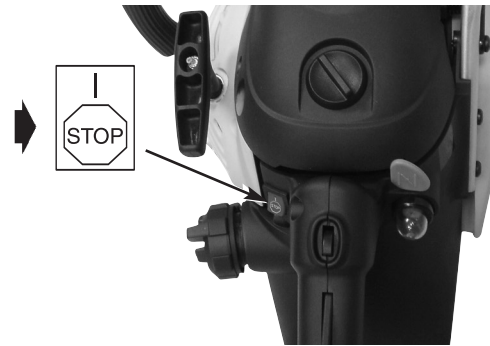

Fig. 13
2. Pressez le bouton ARRÊT vers le bas pour arrêter le moteur Fig. 13.
1. Si le tronc est supporté sur toute sa longueur: Il peut être tronçonné à partir du dessus. Eviter de plonger le guide-chaîne dans la terre (Fig. 13).